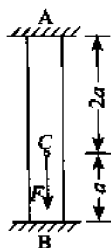

图 2-43
5. 已知图 2-43 所示杆件横截面面积为 A , 材料的弹性模量为 E , 杆件 A、B 两端的支座反力为_____。